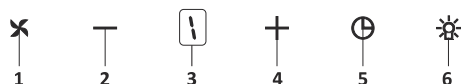

Fig. 17: Botão Spd Dig 5
1. ➤ Premir neste botão para ligar o produto. Fig. 17
2. ➤ Premir este botão para reduzir a velocidade do motor. Fig. 17
3. ➤ Visor dig Pode seguir no visor a que velocidade o produto está a funcionar atualmente. Fig. 17
4. ➤ Premir este botão para aumentar a velocidade do motor. Fig. 17
5. ➤ Quando o botão do temporizador é premido, será ativada uma função do temporizador de 15 minutos, o visor emite um sinal assim que o temporizador arranca e o motor parará automaticamente após 15 minutos. Fig. 17
6. ➤ Premir neste botão para ligar ou desligar a lâmpada. Fig. 17